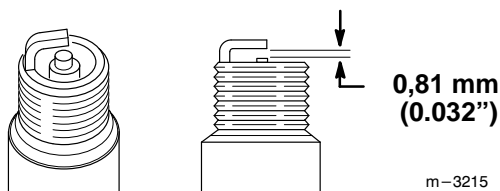

Abbildung 24
5. Den Elektrodenabstand an der Zündkerze (Abb. 24) auf 0,81 mm (0.032") einstellen.